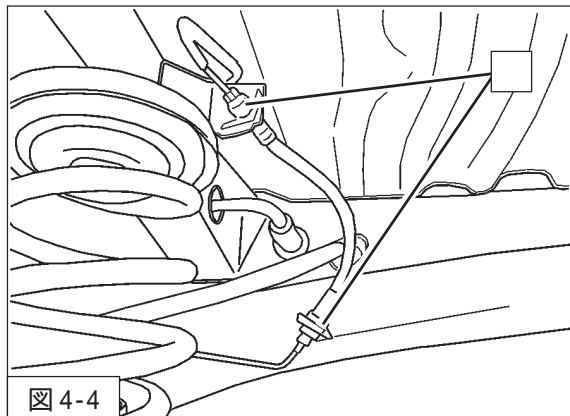

図 4-4
6. ブレーキホースクリップを取付けてください。（図4-4）